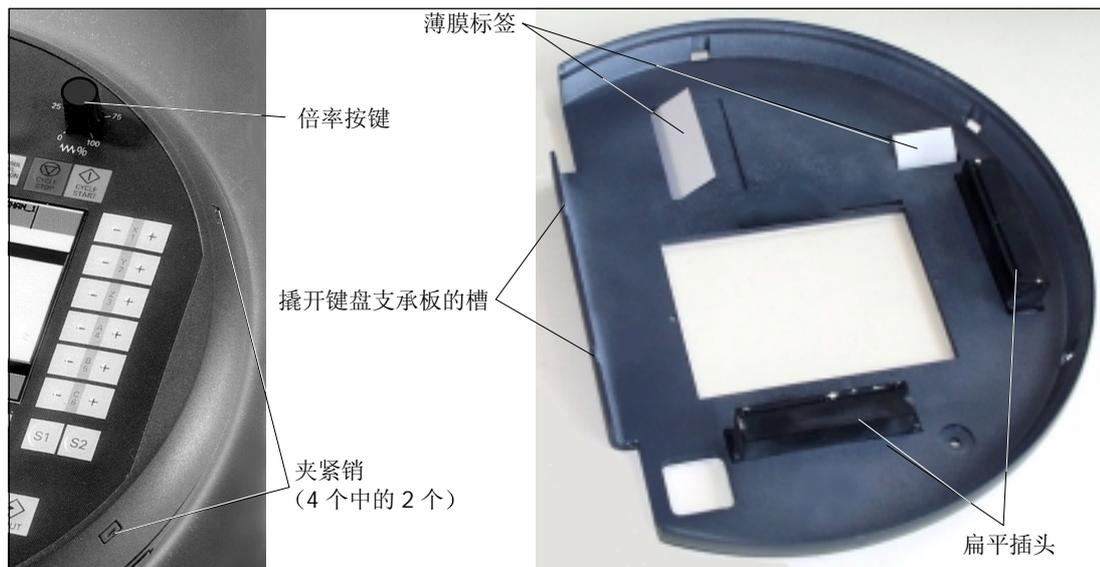

图 23-12 更换插槽标签
拆下 HT6 键盘后可以更换标签条（图 23-12，右图）。
1. 将修调旋钮置于零位置（图 23-12，左图）：
2. 压下 4 个夹紧销并在插槽处插入螺丝刀来抬起键盘板（图 23-12，右图）。